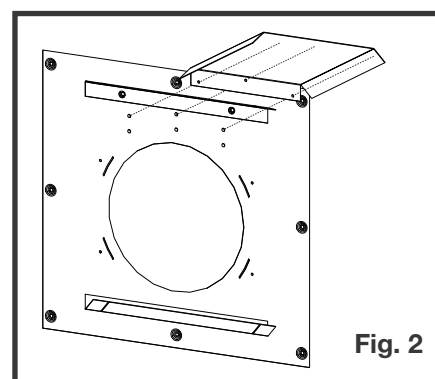

Fig. 2
2. Installez un écran protecteur sur le dessus d'une côté de l'espaceur coupe-feu (Figure 2). **Type 1 (x18)**